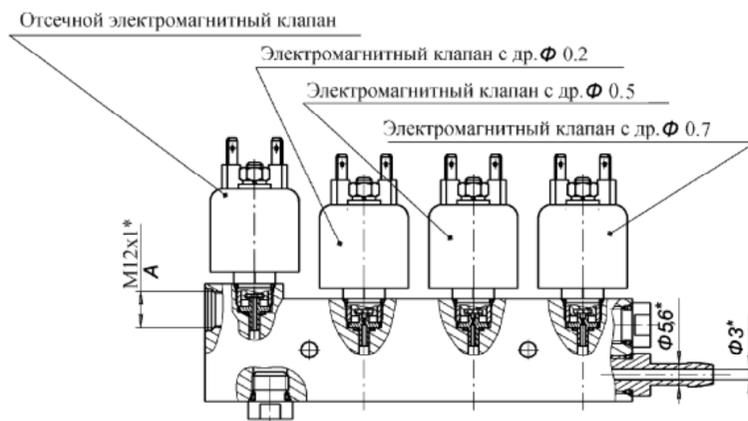

Рисунок 3- Блок низкого давления
- блок низкого давления (см. Рис.3), который служит для подачи газа с определенным расходом в камеру сгорания. Блок устанавливается на корпус нагревателя;